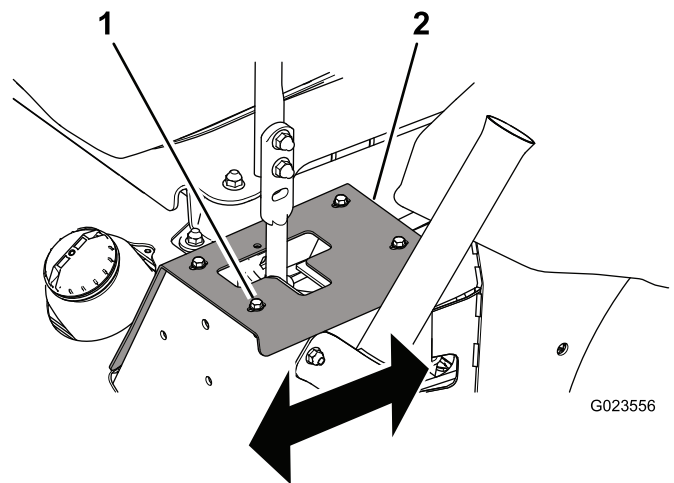

Figura 56
- Se procede verso destra, allentate i bulloni e regolate la piastra della battuta sinistra all'indietro fino a che la macchina non procede dritto (Figura 56).
- Se procede verso sinistra, allentate i bulloni e regolate la piastra della battuta destra all'indietro fino a che la macchina non procede dritto (Figura 56).
5. Serrate i bulloni per fissare la piastra della battuta (Figura 56).